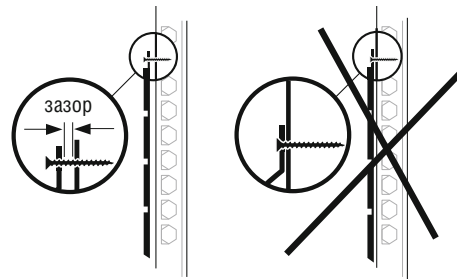

рис. 5
7. Устанавливая панели, оставляйте небольшое расстояние между верхним краем шляпки самореза и панелью, это обеспечит свободное расширение-сжатие (рис. 5)
- б) делать зазоры между панелью и верхним краем шляпки самореза (рис. 5);